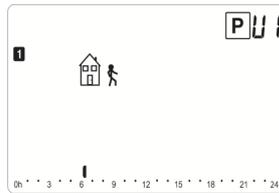

Fig. 18
- 7) pulsar (OK) para confirmar y pasar a la fase sucesiva; seguidamente en pantalla aparecerá el símbolo “salgo de casa”  , como puede verse en Fig.18;